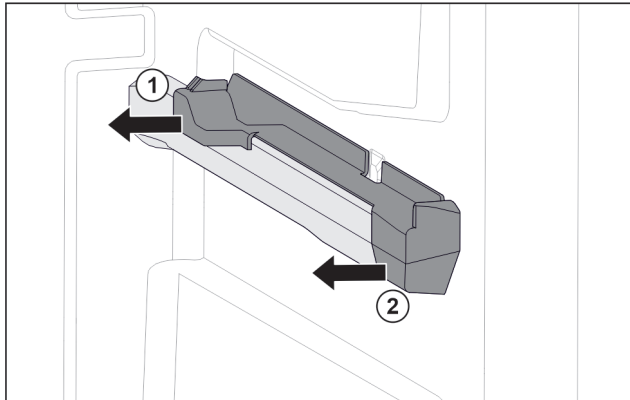

Fig. 79 Aufsteckteil auf der rechten Behälterrippe
- ▶ Aufsteckteil hinten zur Seite abziehen. Fig. 79 (1)
- ▶ Aufsteckteil vorne zur Seite abziehen. Fig. 79 (2)